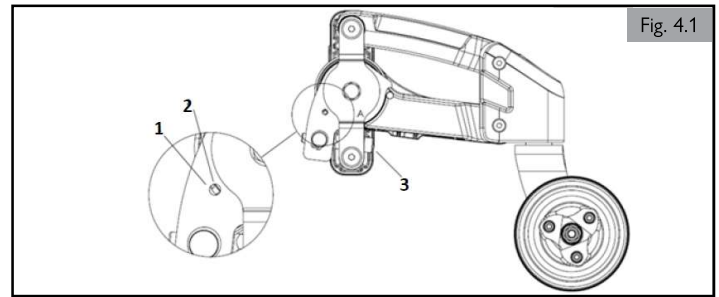

Fig. 4.1
4.7 Configuration du stabilisateur dynamique arrière (Fig. 4.1)